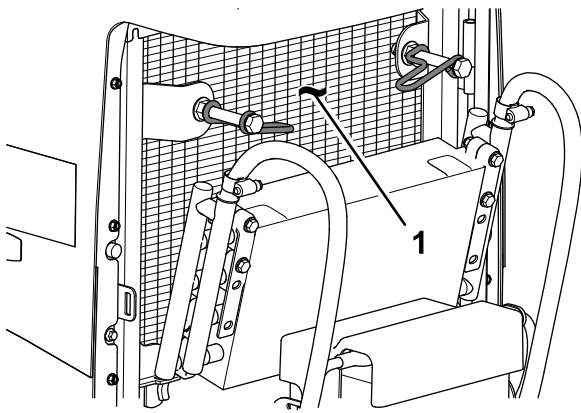

Bild 114
8. Reinigen Sie beide Seiten des Ölkühlers und des Kühlers gründlich mit Druckluft (Bild 114).